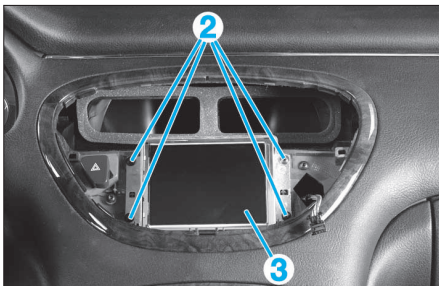

FIG. 6
- Dégager la façade centrale (1).
- la façade centrale (1).
- les 4 vis (2) (Fig.6).